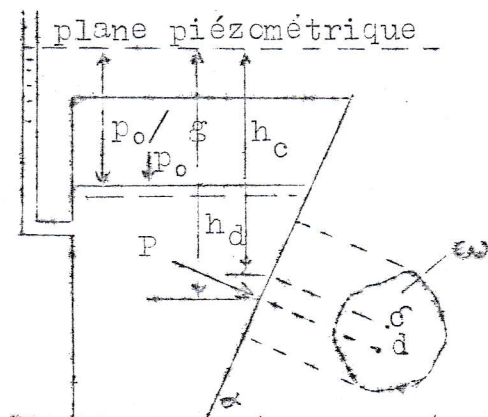

Fig. 6.
- angle d'inclinaison de la paroi (fig. 6).
prenant comme la surface libre le plan piézométrique (fig 6). Pour trouver la position de ce dernier, il faut exprimer la pression effective p_0 par la hauteur piézométrique correspondante - $p_0/\rho g$. Quand $p_0 > C$ le plan piézométrique se trouve en haut par rapport au niveau du liquide et quand $p_0 < C$ en bas.